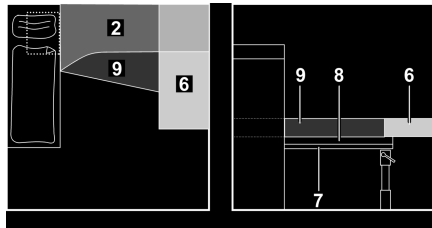

Fig. 80 Après la transformation
- Posez le coussin supplémentaire (Fig. 80,9) sur la planche supplémentaire (Fig. 80,8).